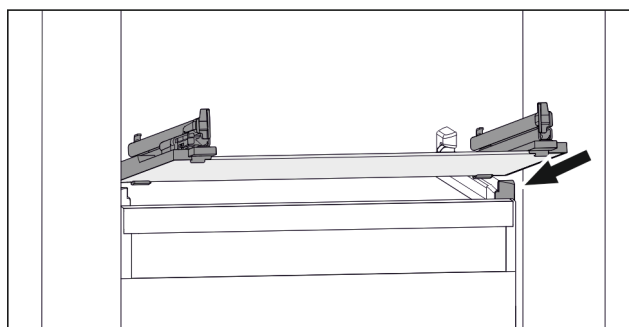

Fig. 83 Примерно изображение на стъклената плоча
- Поставете стъклената плоча под ъгъл зад ограничителите. (виж Fig. 83)